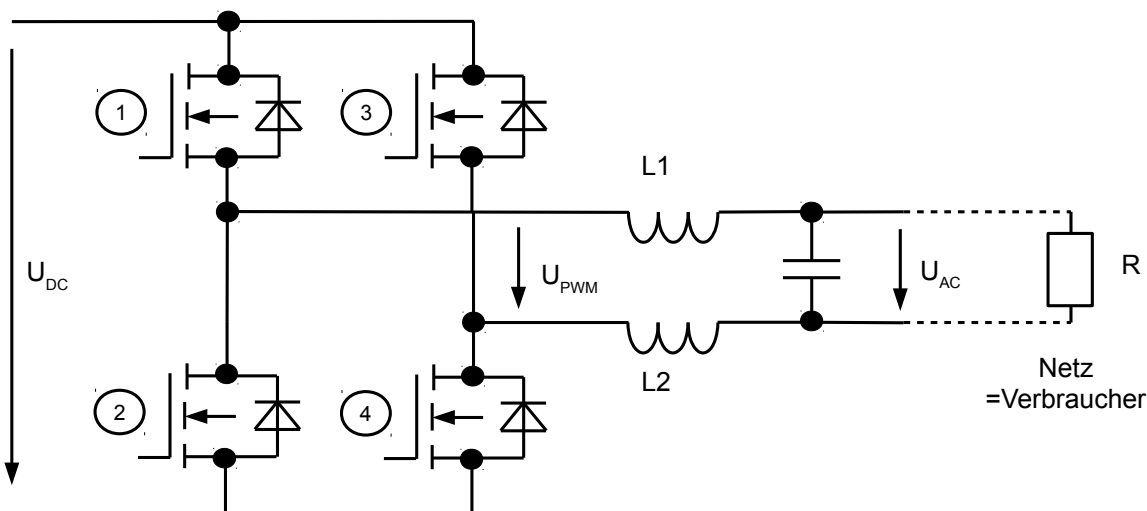

Bild 5: Transistorbrücke mit Spulen L1, L2 und Kondensator C
- 10.5 Skizzieren Sie in Bild 5 mithilfe der Kennwerte im Leerlauf (siehe 10.4), im MPP und im Kurzschlussfall die I(U)-Kennlinien bei -10 °C und bei +75 °C.